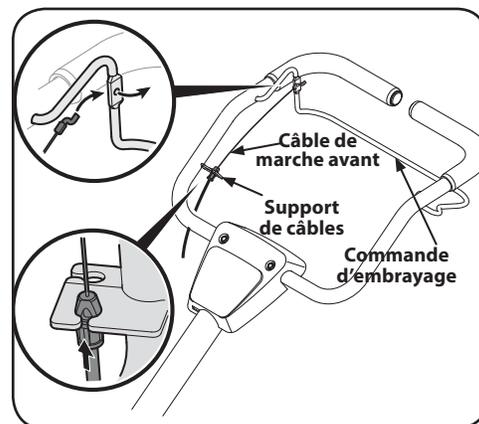

Figure 3-2
1. Installez les deux câbles le long du côté droit de la poignée. Voir Figure 3-2.
2. Faites passer le crochet de retenue du câble de marche avant dans le trou de la commande d'embrayage des dents de l'extérieur pour brancher le câble à la commande d'embrayage. Voir Figure 3-2.
3. Faites enclencher les attaches des câbles dans le support de câbles comme indiqué à la Figure 3-2. Les attaches s'enclenchent dans la partie inférieure du support de câbles. Voir Figure 3-2.